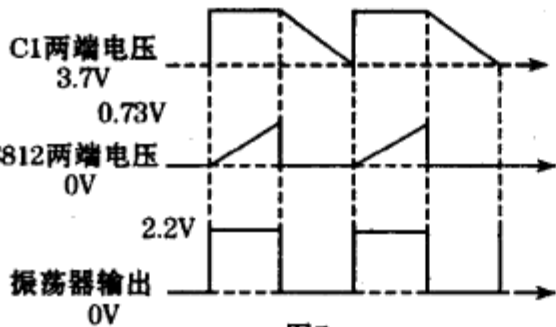

图7
首先分析没有光耦反馈信号输入的情况。此时相当于外围只有R809、R810、C812三个元件。当MOS管处于ON时，C1充电到固定电压6.5V。另一方面，工作电流 $I_D$ 流过R809到地脚。此电流波形成一个锯齿状，所以在电容C812两端的电压波形为锯齿状（波形见图7所示）。此电压通过R810接到IC第⑤脚O.C.P/F.B端。当第⑤脚的电压达到阈值 $V_{th}(1) \approx 0.73\text{V}$ 时，比较1输出低电平使振荡器输出低电平，MOS管呈OFF状态。当MOS管处于OFF状态后，C1的电荷开始释放，当电压下降到3.7V时，振荡器反相输出2.2V高电平，MOS管又处于ON状态，处于C1迅速充电到6.5V，反复处于ON与OFF状态。由以上分析，MOS处于ON的脉宽（时间）由R809决定，而OFF的脉宽（时间）由C1放电时间决定。